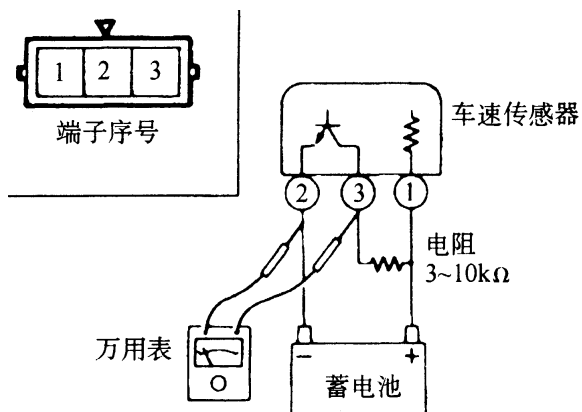

图 20-39
(1) 将车升起；
(2) 拆下车速传感器插接件，用 3-10k Ω 电阻按图 20-39 所示的方法连接；